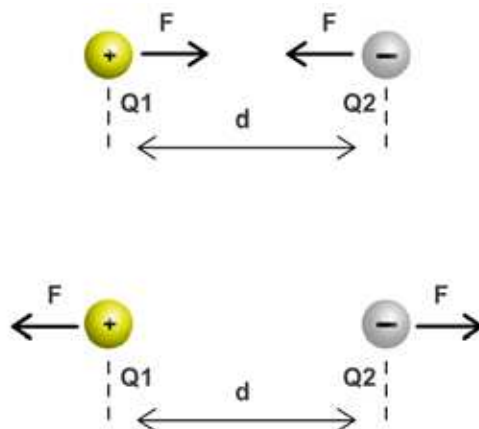

Figura 10 – Força entre corpos carregados
Verifica-se que corpos carregados com eletricidade da mesma polaridade se repelem e que corpos dotados de cargas de sinais opostos se atraem. Entre eles se manifesta uma força que depende da quantidade de cargas que o corpo possua e da distância que os separa. A figura 10 mostra o que ocorre.
Constata-se que a força de atração ou repulsão entre duas cargas elétricas de dimensões reduzidas (ditas pontuais) depende, tanto dos valores destas cargas, quanto da distância que as separa. Conforme mostra a figura 10, sendo d a distância entre estas cargas e Q_1 , Q_2 os valores das cargas medidos em Coulombs (C), a força que se manifesta entre elas (chamada de F) pode ser calculada pela fórmula.